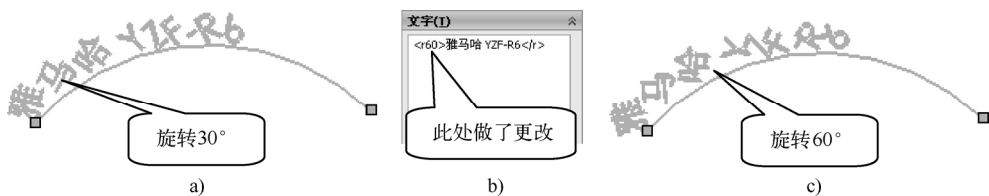

图 2-53 更改文字的旋转角度
- 加粗 、斜体 或旋转 ：可加粗、倾斜或旋转字体，需在选中文字后单击按钮执行。单击按钮后，将在文字周围添加编辑码（相当于网页中的 HTML 码），可更改某些编辑码的数值，来更改旋转（或倾斜等）的角度，如图 2-53 所示。